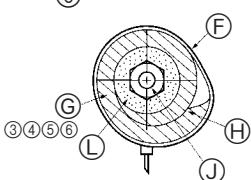
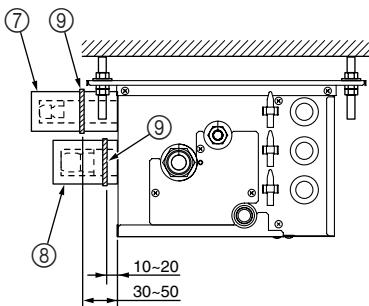

Fig. 7-3
Fig. 7-4
- ⑤ Anschlussbereich (Fig. 7-3)
- ⑥ Schlauchschelle ⑨
- ⑦ Rohrdeckungen ③ ④ ⑤ ⑥
- ⑧ Festziehen
- ① Wärmeisolierung für Kühlmittelleitungen
- ② Kühlmittelrohre
► Gehen Sie wie folgt vor für die Teile des Verteilerkastens die nicht an einem Innen-gerät angeschlossen sind. (Fig. 7-4)
- (1) Zur Verhinderung von Kältemittelaustritt sorgen Sie bitte dafür, daß die Konusmuttern gemäß den in Tabelle 3 angegebenen Drehmomenten\* angezogen sind.